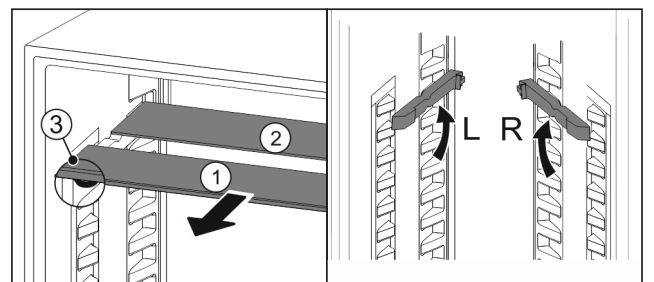

Fig. 85
- ▶ Glasplatten einzeln nach vorne herausziehen Fig. 85 (1).
- ▷ Glasplatte Fig. 85 (1) mit Zierleiste liegt vorne.
- ▷ Stopps Fig. 85 (3) zeigen nach unten.